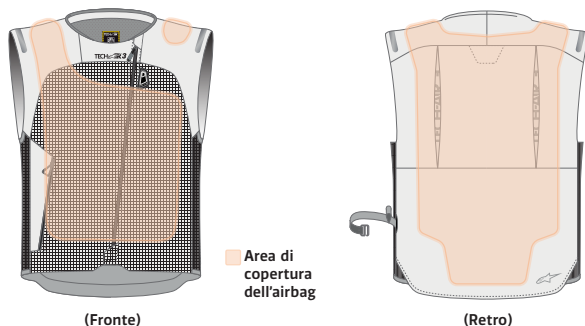

Figura 2: Area di copertura dell'Airbag
Il Sistema fornisce una protezione dagli impatti, nelle aree indicate nella Figura 2, all'utente (sia come pilota che come passeggero) che indossa il Sistema in caso di incidente o di altri eventi scatenanti. Si noti che esistono limitazioni alla protezione che può fornire, come spiegato più avanti in questo manuale utente (vedere la Sezione 3.2 e la Sezione 4 "Limitazioni d'uso").
**AVVERTENZA! Il Sistema fornisce solo una limitata protezione dagli impatti contro le sollecitazioni nelle aree di copertura degli Airbag, come illustrato nella Figura 2. Non viene fornita alcuna garanzia che il Sistema prevenga lesioni (incluse lesioni gravi o mortali) all'interno e/o all'esterno delle aree di copertura degli Airbag o dell'Involucro di Protezione.**